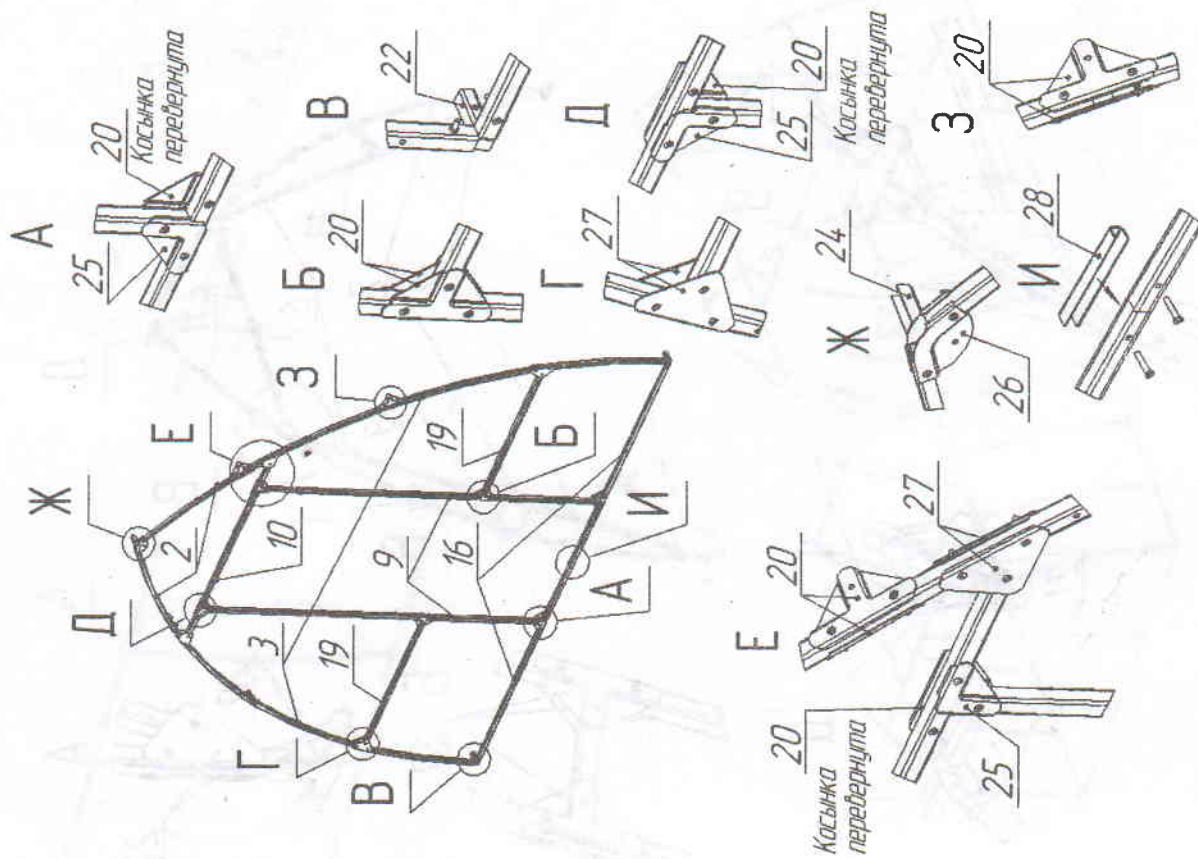

Рис. 1
6.1 Сборку каркаса следует начинать со сборки торцов (рис. 1). Каркас теплицы собирается при помощи винтов M5x35, винты M4x30 предназначены для навески дверей, форточек, винты 4x40 предназначены для установки задвижек с ручками. Обратите внимание на перевернутые треугольные косынки 20. Паз в этих элементах должен быть развернут в противоположную сторону от каркаса.